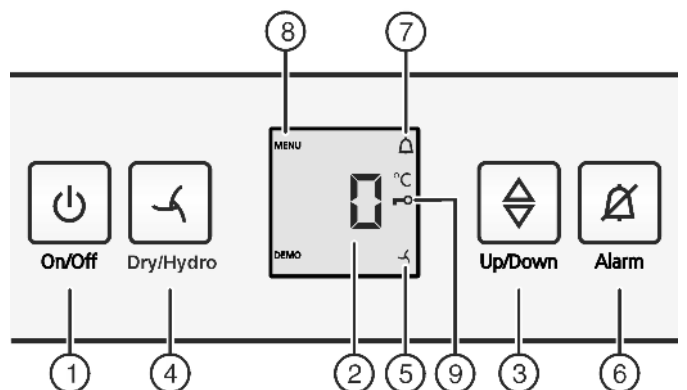

Fig. 2
- Premere il tasto On/Off Fig. 2 (1).
- ▶ Attivazione del modo regolazione: Premere il tasto Dry/Hydro Fig. 2 (4) ca. 6 s.
- ▷ Il simbolo Menu Fig. 2 (8) si illumina.
- ▶ Premere brevemente il tasto Dry/Hydro Fig. 2 (4) per confermare.
- ▶ Per inserire la sicurezza bambini premere brevemente il tasto Dry/Hydro Fig. 2 (4).
- ▷ Il simbolo Sicurezza bambini Fig. 2 (9) si illumina. Nel display lampeggia **c**.
- ▶ Per disinserire la sicurezza bambini premere brevemente il tasto Dry/Hydro Fig. 2 (4).
- ▷ Il simbolo sicurezza bambini Fig. 2 (9) si spegne. Nel display lampeggia **c**.
- ▶ Disattivazione del modo regolazione: Premere il tasto On/Off Fig. 2 (1).
- ▶ Premere il tasto Allarme Fig. 2 (6).